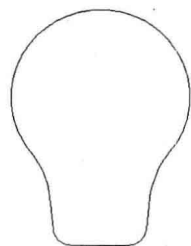

图 2-5 圆角处理
步骤 6 重复步骤 (5) 的操作,设置圆角半径为 2,对底面的两个尖角进行圆角处理,效果如图 2-5 所示。